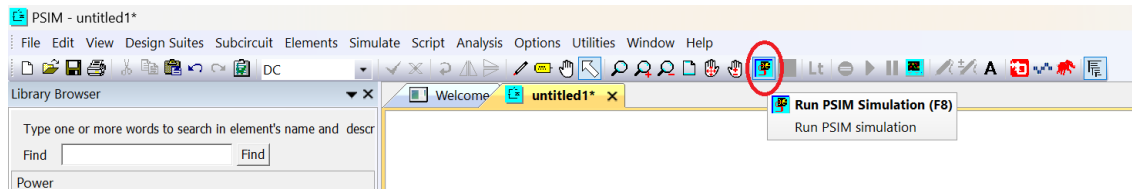

Figura 14 – Simulação
9) Concluídas as etapas de configuração do circuito, podemos agora simular o mesmo. Clicar na “**Run PSIM Simulation**”, conforme Figura 14.